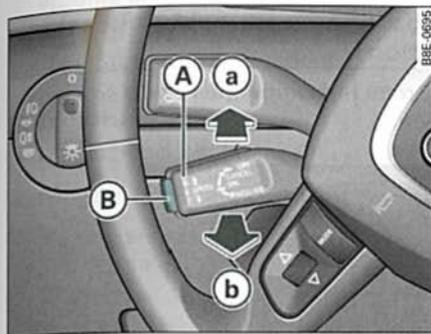

Fig. 143 Mandos del regulador de velocidad
- desplace la palanca (A) ⇒ fig. 143 hasta la posición (a) (sin encastrar).